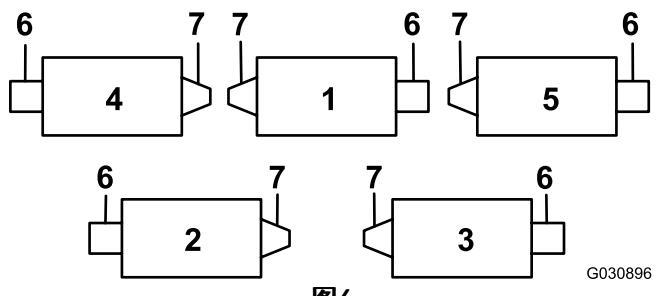
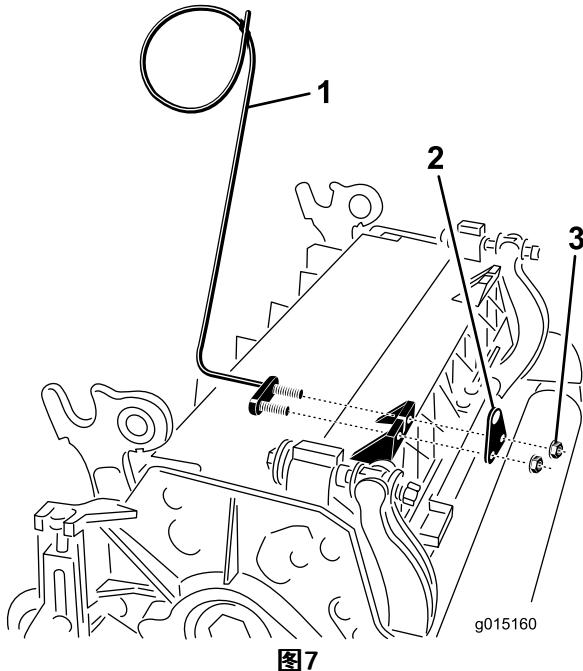
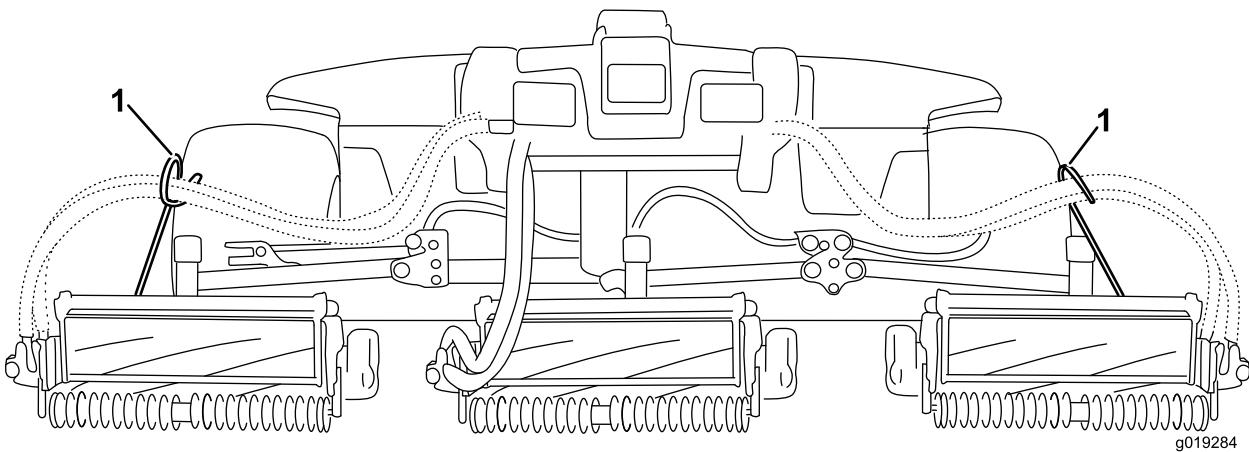

图6
图7
图8
**重要事项：**在 4 号滚刀组（左前）和 5 号滚刀组（右前）上，用杆支架安装螺母将软管导向架安装到滚刀组凸耳的前面（图6 和 图7）。调整软管导向架的位置，使其偏向于中心滚刀组（图7 和 图8）。